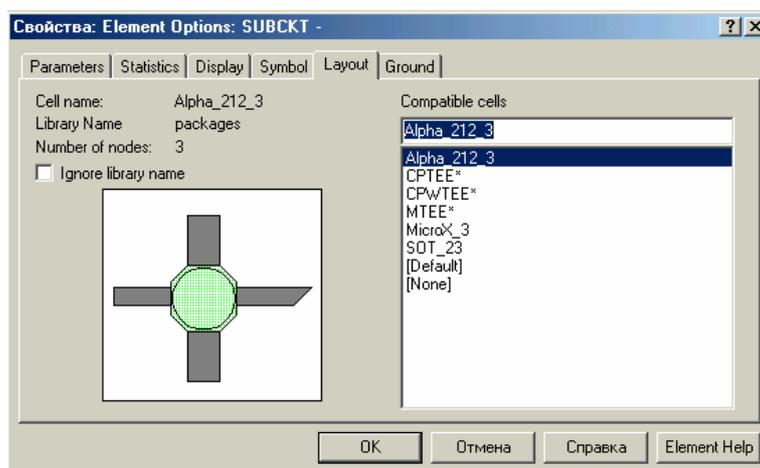

Рис. 4.11. Выбор символа ячейки
2. Откройте закладку **Layout** (рис. 4.11).